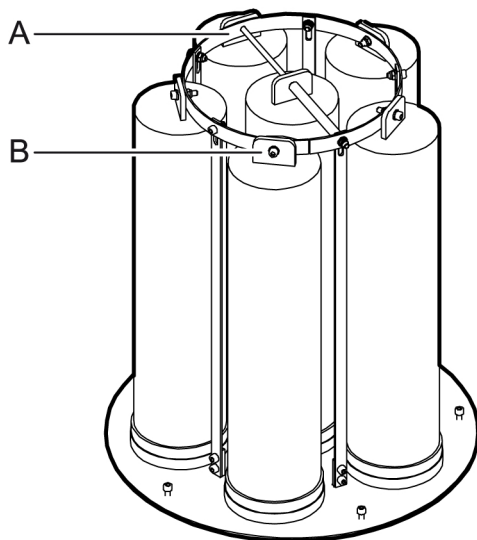

Figura 5-3. Casete de filtro de calcetín
1. Aflojar la atornilladura correspondiente (ver la posición B en *Figura 5-3, página 29*) en la parte superior del casete para acceder a la parte superior del filtro de calcetín.
4. Montar un filtro de calcetín nuevo. Comprobar que la fijación en la parte superior del filtro de calcetín está situada a lo largo del anillo de montaje (posición A en *Figura 5-3, página 29*) para asegurar que el filtro de calcetín queda en posición correcta y no está girado después del montaje.